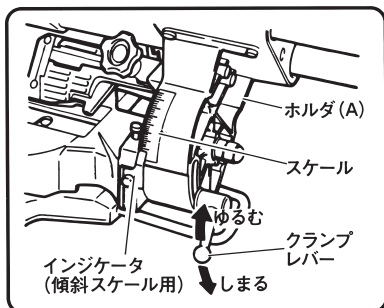

図 27
(1) ホルダ(A)後方のクランプレバーをゆるめ，ヘッド部（図1参照）を左側に傾斜させます。（図27）
(2) インジケータ（傾斜スケール用）を希望の傾斜角にするよう傾斜スケールの度数目盛に合わせ，クランプレバーを固定します。
(3) 切断作業は，4および5項を参照してください。傾斜切断できる材料は，高さ45mm×幅305mmまでです。